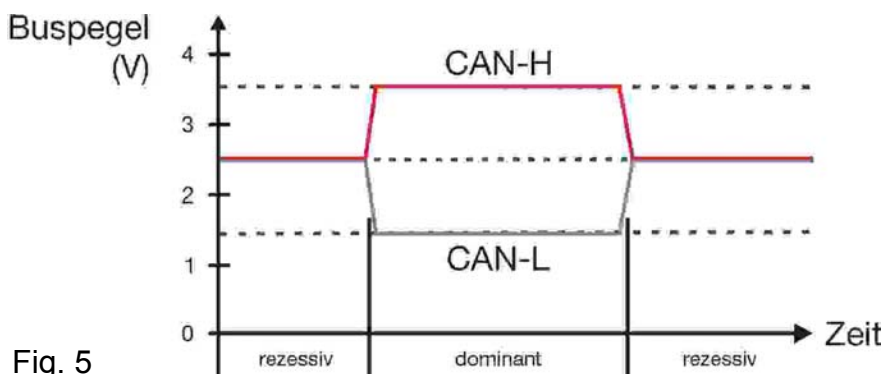

Fig. 5
- I due segnali sono uno l'opposto dell'altro (fig. 5).